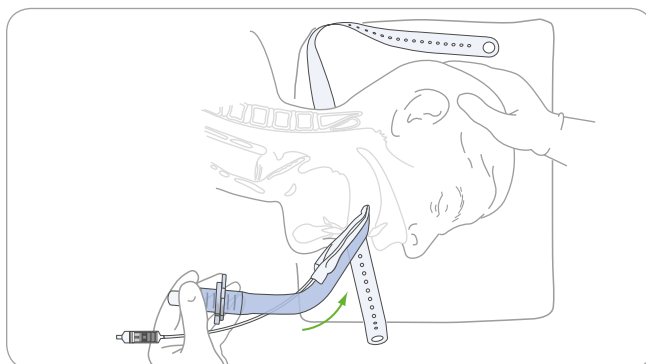

Рис. 10. Продвиньте манжету глубже в рот, при этом продолжая придавливать ее к твердому небу
8. Прижмите дистальный конец устройства к внутренней части верхних зубов или десен, как на **рис. 10**.